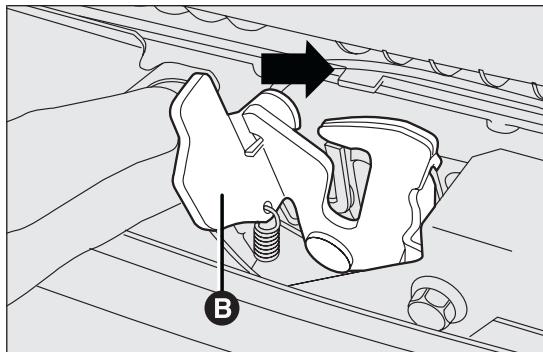

Abb. 60
- Den Hebel B Abb. 60 wie in Abbildung nach rechts schieben